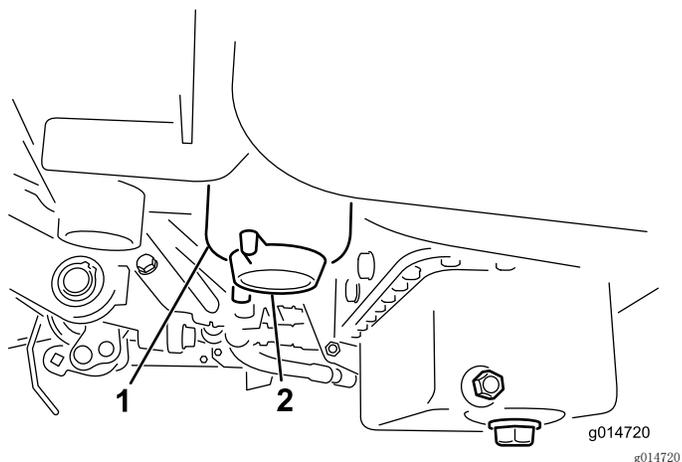

图32
3. 打开燃油滤清器上的排油塞，大约旋转一周，排干积水（图32）。